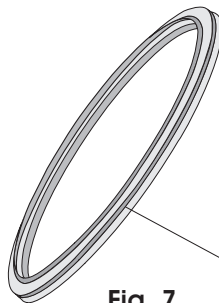

Fig. 7
- 6▶ **ANEL DE VEDAÇÃO** - Encontra-se encaixado na tampa e tem a função de vedá-la com a câmara (Figs. 7 e 8), servindo também como dispositivo de segurança. Consulte "Dispositivos de Segurança" (Item 2, pág. 12). Requer manutenção **semanal**. Consulte "Manutenção Preventiva" (Pág. 19).